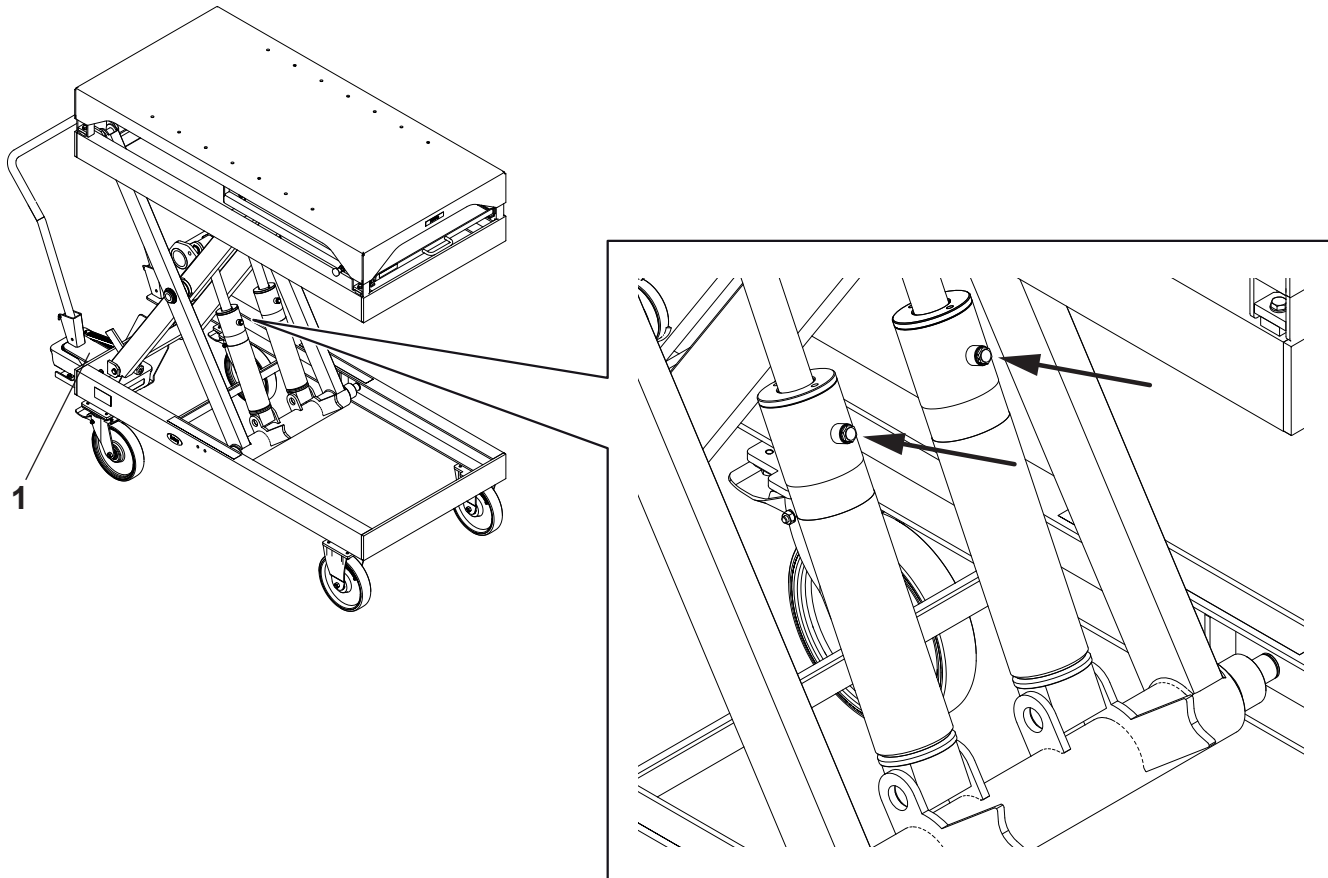

Abb. 7-1
3. Entlüftungsschraube am Zylinder etwas lösen (→Abb. 7.1).
5. Fußpedal (1) betätigen, bis das Öl blasenfrei aus der Entlüftungsöffnung herauskommt.